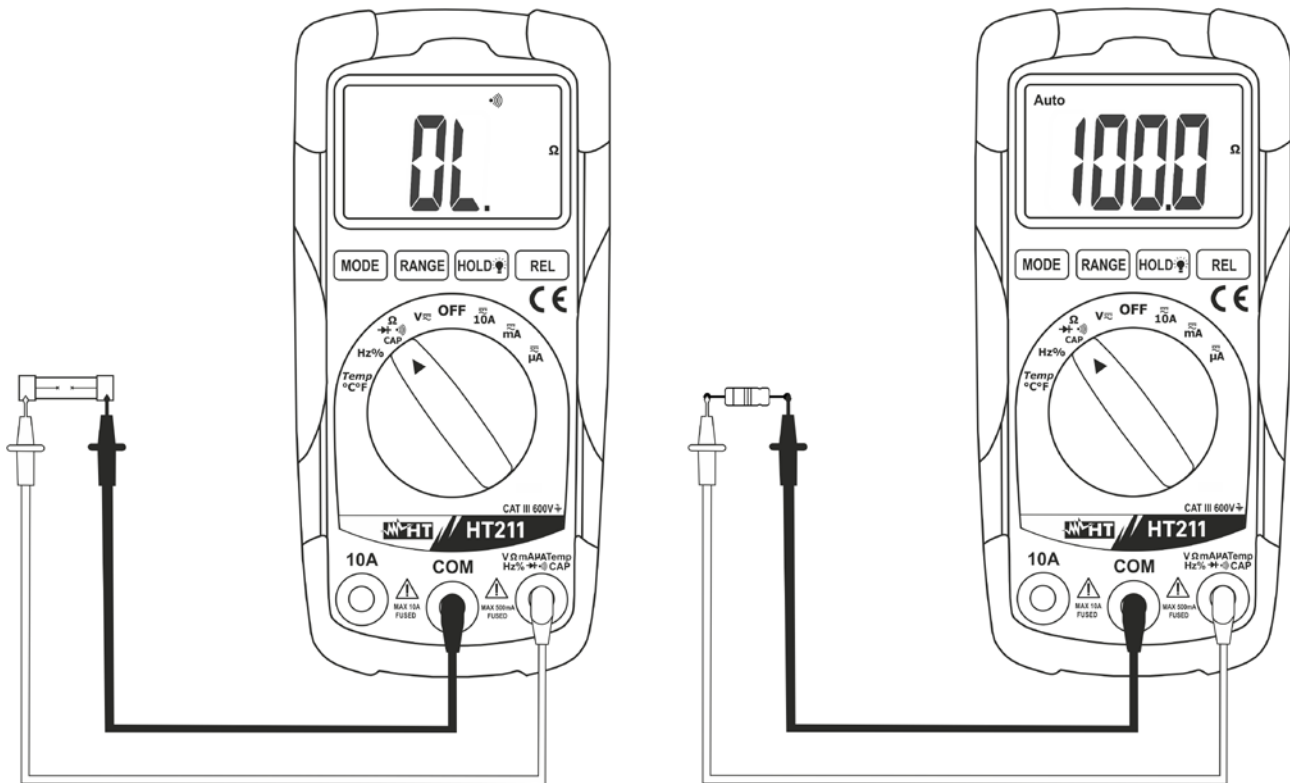

Abb. 6: Widerstandsmessung und Durchgangsprüfung
4. Verbinden Sie nun die rote und die schwarze Messleitung mit dem Prüfling wie oben gezeigt (s. Abb. 6 rechts). Der Widerstandswert wird im Display angezeigt
6. Durch Drücken der **MODE** Taste, erscheint das Symbol "diode symbol" im Display und die Durchgangsprüfung ist aktiv (s. Abb.6 rechts). Der Summer ertönt bei Widerstandswerten < 150Ω